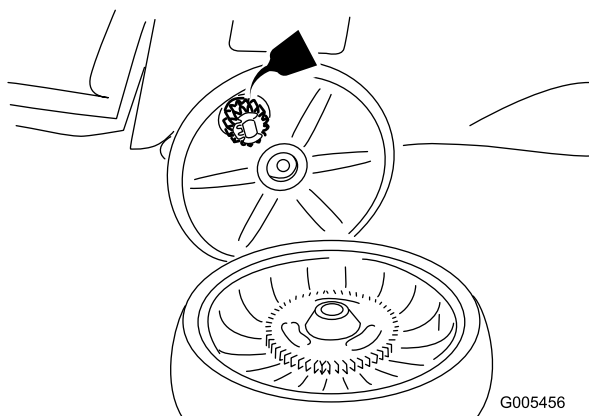

Figura 29
2. Applicare dell'olio lubrificante agli ingranaggi come illustrato in Figura 29.